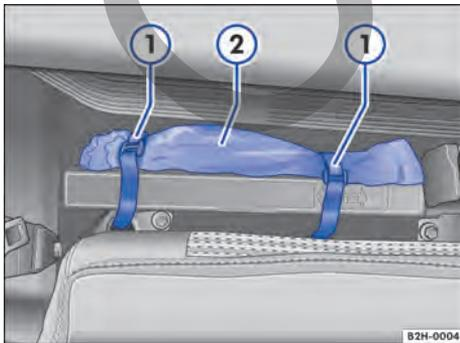

Fig. 142 Detrás del respaldo del asiento trasero: bolsa con herramientas de a bordo.
2. Suelte los cierres de velcro → fig. 142 ① y retire la bolsa ②.